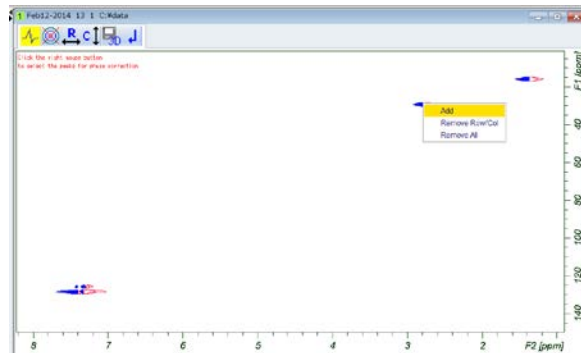

図 65. 二次元の位相補正モードのデータウィンドウ。
a.  クリックして、位相補正モードにデータウィンドウを切り替えます (図 65)。